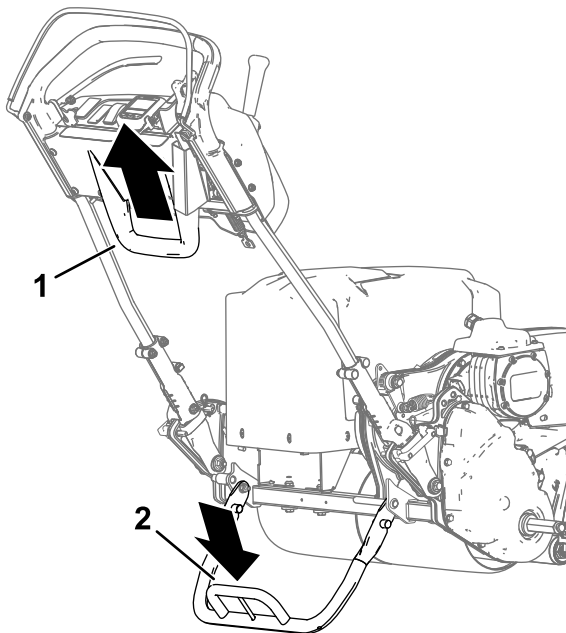

Figure 21
- Pour utiliser la béquille afin de monter les roues de transport, abaissez-la au sol et posez le pied sur l'arceau tout en tirant vers le haut et l'arrière par la poignée centrale inférieure (Figure 21).